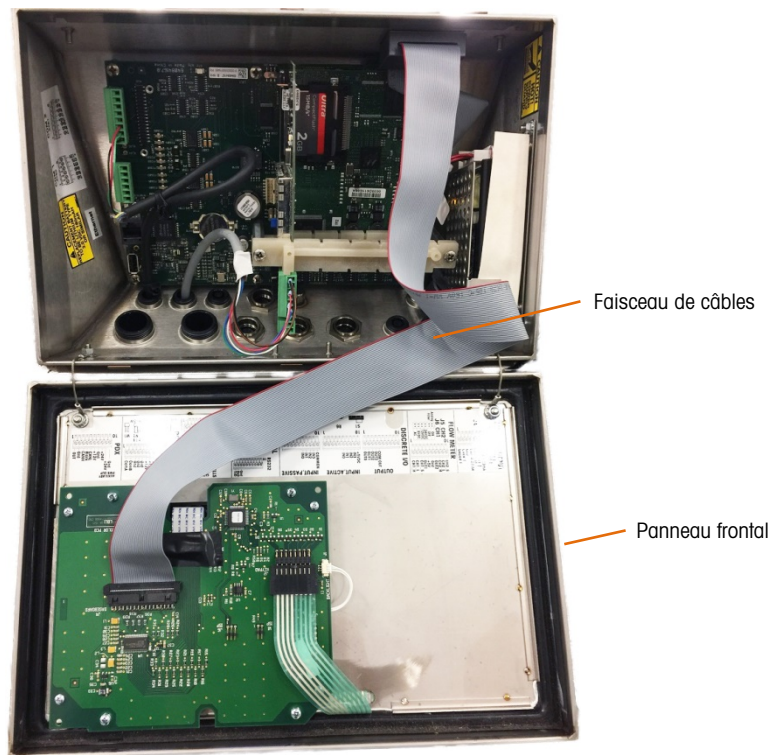

Figure A-11 : Panneau avant inversé, faisceau de câble plus long installé
5. Connectez le faisceau de câbles de rechange (64087303) comme indiqué à la Figure A-11.